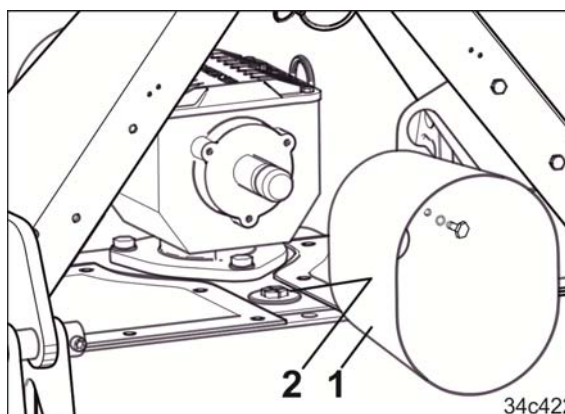

図 180
2. 保護キャップ（図 180/1）のねじを回して外します。
3. シーリングプラグ（図 180/2）を開きます。